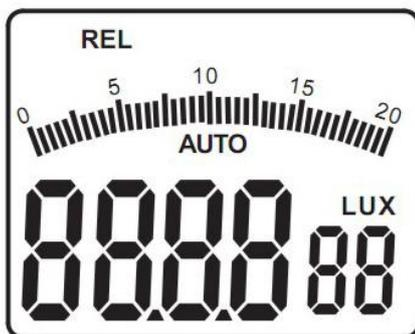

Figura 3-1-2A
- Presione el pulsador REL/PEAK (para obtener el valor de medición relativo / pico), en la parte superior izquierda de la pantalla aparecerá la indicación "REL" (como se muestra en la figura 3-1-2A), y el dispositivo entrará en el modo relativo de medición;